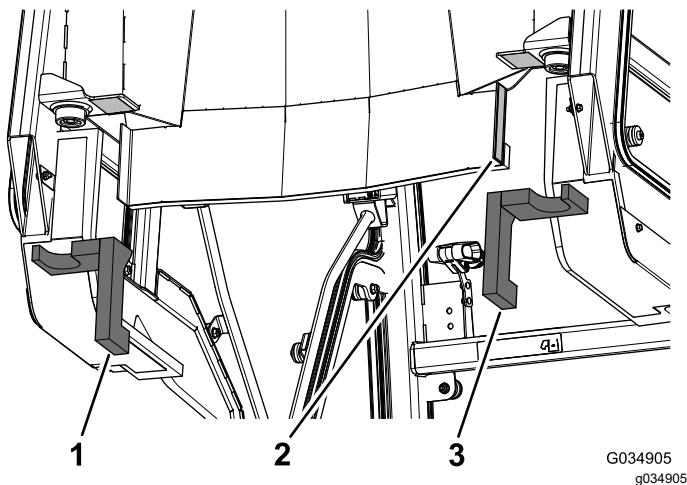

Figure 16
1. Retirez la pellicule protectrice du ruban adhésif double face à l'arrière de la cabine (Figure 16).
2. Appliquez les joints en mousse arrière gauche et arrière droit sur la cabine (Figure 16).